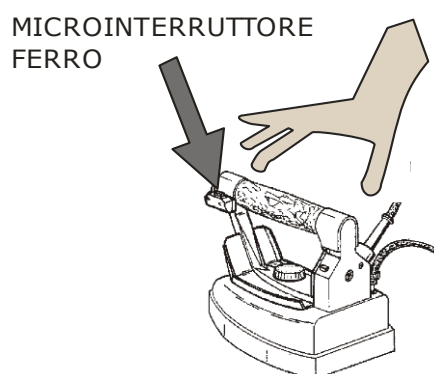

Fig. 4
4. Attendere che la spia caldaia si spenga (fig. 1-7), il manometro dovrebbe indicare 2,8 bar circa. A questo punto sollevare il ferro da stiro per il manico in sughero e premere il microinterruttore del ferro (fig. 4) per 4-5 volte, facendo uscire il vapore. Bisogna inoltre accertarsi che il vapore sia ben saturo (premendo il microinterruttore con il ferro da stiro rivolto verso il pavimento). È possibile inoltre regolare la quantità di vapore desiderata tramite il pomello di regolazione vapore (fig. 1). Eseguita l'operazione, il ferro da stiro è pronto per stirare. Durante lo stiro la spia caldaia si accende e si spegne in continuazione, segno di normale funzionamento (fig. 1-7).
1. Passare il ferro da stiro sui capi da stirare, premendo ad intervalli il microinterruttore del ferro per far uscire il vapore (fig. 4).
6. quando il ferro perde acqua o si surriscalda (fig. 4);
7. quando si lava o si pulisce il ferro da stiro con l'acqua (fig. 4);